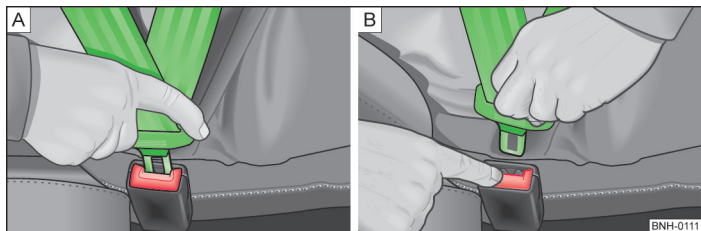

Fig. 110 Allacciare/Slacciare le cinture di sicurezza
- Infilare la linguetta nella fibbia del corrispondente sedile » fig. 110 - A fino a sentire l'innesto in posizione.
- Premere il tasto rosso sulla fibbia della cintura » fig. 110 - B la linguetta sarà espulsa.